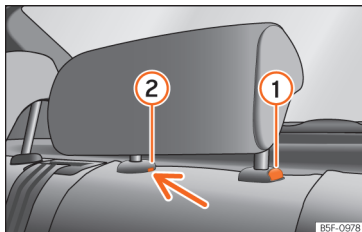

Abb. 150 Hintere Kopfstütze in der Mitte: Entriegelungsstelle.
- Zum Einstellen der Kopfstütze auf eine niedrigere Höhe die Taste » » » **Abb. 150** ① drücken und die Kopfstütze nach unten schieben.